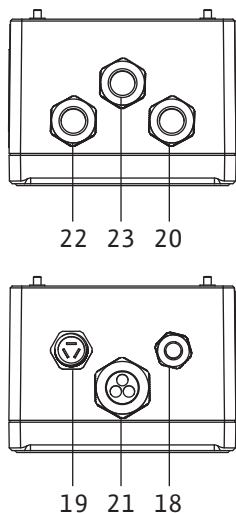

Fig. 20: Wpusty na kable
2. Poluzować połączenie śrubowe 19 (Fig. 20) na urządzeniu regulacyjnym.